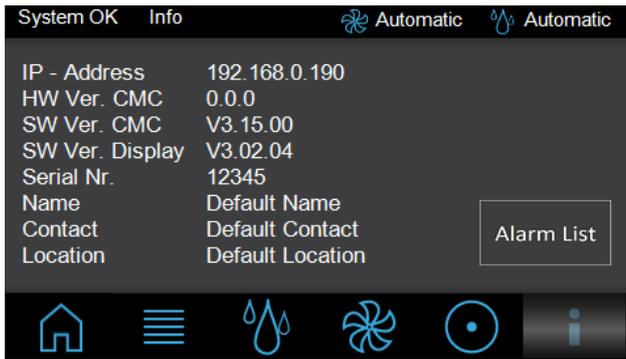

Imagen 72: Pantalla «Info»
- Introduzca el número de serie a través de las cifras del bloque numérico. El número de serie se encuentra visible en la pantalla «Info» (imagen 72) en la entrada «Setrial Nr.».